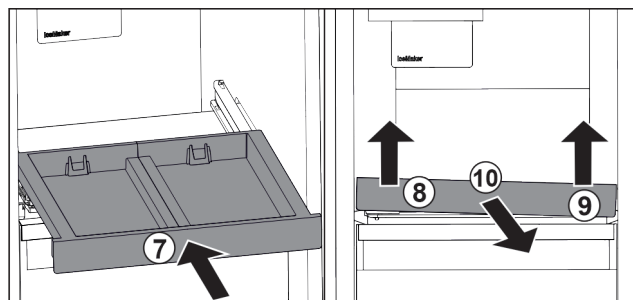

Fig. 125
- ▶ Wsunąć wysuwaną półkę. Fig. 125 (7)
- ▶ Unieść wysuwaną półkę z przodu po lewej. *Fig. 125 (8)*
- ▶ Unieść wysuwaną półkę z przodu po prawej. *Fig. 125 (9)*
- ▶ Wyjąć wysuwaną półkę do przodu. *Fig. 125 (10)*